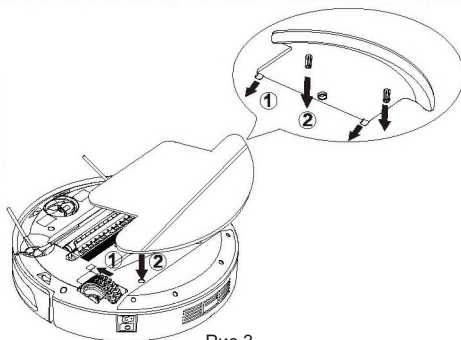

Рис.3
2. Як показано на Рис.3, встановіть кріплення з серветкою на пристрій, вирівнявши його за отворами.